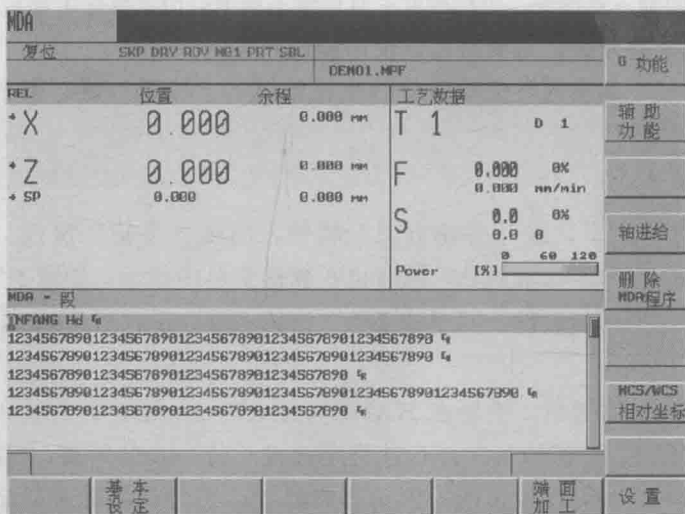

图 1-8 MDA 状态图
Step 01 按机床操作面板上的“MDI”键选择 MDA 运行方式，再通过系统编辑面板输入程序段，MDA 操作加工界面如图 1-8 所示。
Step 02 在图 1-8 中，通过系统编辑面板输入程序段，按动机床操作面板上“启动”键即可开始进行加工。在程序执行时不可以再对程序段进行编辑。执行完毕后，输入区的内容仍保留，这样该程序段可以通过按“启动”键重新运行。